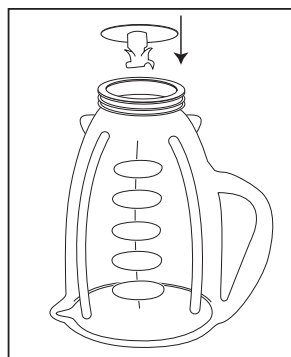

FIGURA 3
4. Coloque la cuchilla en el vaso. (Figura 3)